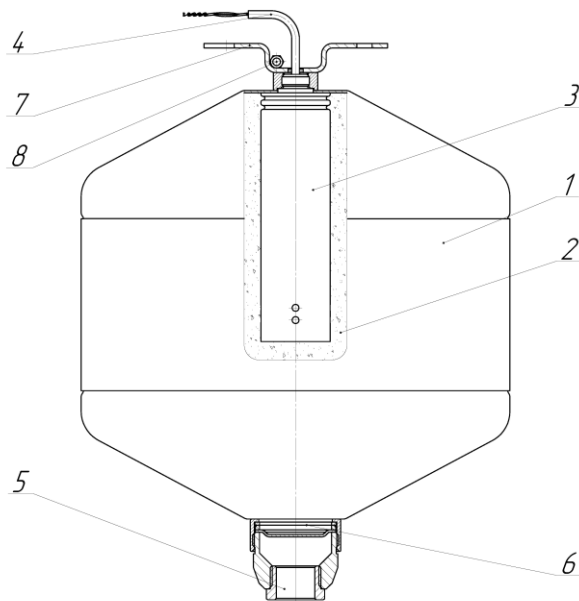

Рисунок 3 – Устройство модуля
4.1 МПП (рис. 3) представляет собой герметичную конструкцию, состоящую из корпуса 1, заполненного огнетушащим порошок 2, газогенерирующего устройства (ГГУ) 3 с электроактиватором 4, насадка-распылителя 5, мембраны 6, кронштейна 7 и узла заземления 8.
6.5 При необходимости, присоединить провод заземления к узлу заземления 8 (рис.3). Необходимость заземления модуля определяется проектно-монтажными организациями, исходя из требований ГОСТ 30331.3-95 (МЭК 364-4-41-92); ГОСТ 12.2.007.0-75 и других нормативных документов.